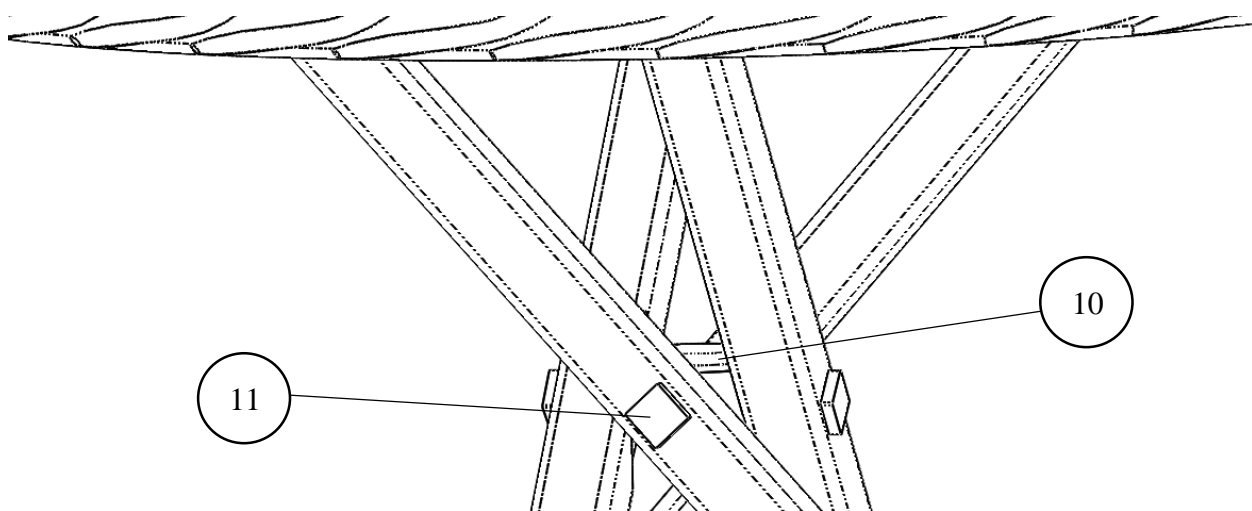

Рисунок 5.
3.6. Установить заглушку под кольцо (10), положив её сверху кольца $\varnothing 76$ мм. (4). Рис.5.
3.7. При необходимости, установить заглушки под винты (11), приклеив их с помощью двухстороннего скотча к ноге (3) закрывая отверстие с винтом. Рис.5.